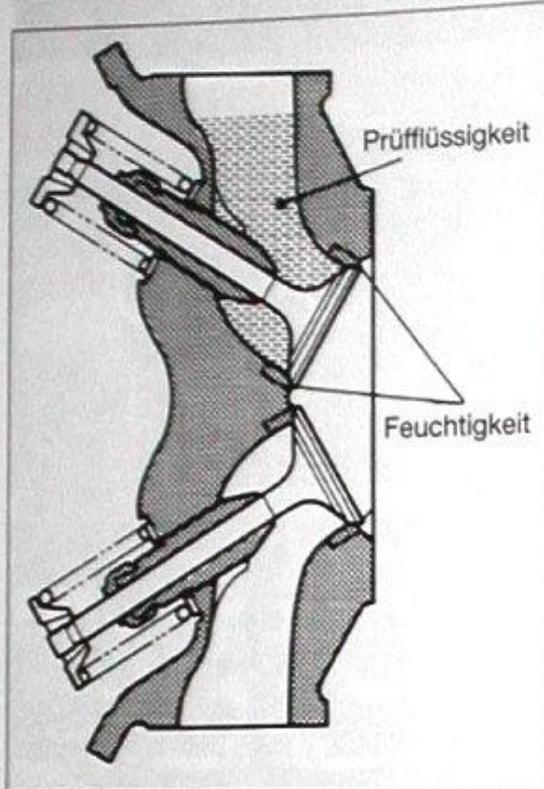

Bild 167
- Nockenhöhe messen (Bild 167). Sollwerte und Verschleissgrenzen siehe Technische Daten.